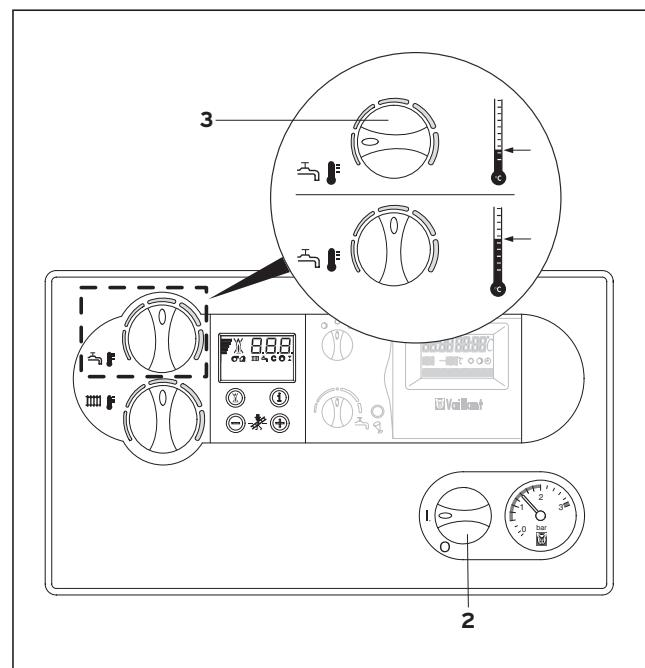

Fig. 3.9 Prepararea apei calde menajere cu aparete VU
3.4.1 Prepararea apei calde menajere (fig. 3.9)